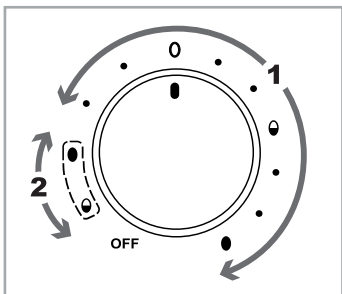

Fig. 1
- 1) Drej drejeknappen **10** til positionen, som svarer til, hvor hårdkogt, du ønsker ægget. Brug indstillingsområdet "1" (se fig. 1) med symbolerne og de tilhørende punkter foran:
Brug indstillingsområdet "1" med symbolerne og de tilhørende punkter foran, når du koger første gang. Brug indstillingsområdet "2" med de stiplede symboler (se fig. 1), når du koger anden gang.
- 2) Stil drejknappen **10** på positionen, som svarer til den blødeste hårdhedsgrad for æggene (det er indstillingsområdet "1", se fig. 1). Kontrollampen **9** lyser, og kogningen starter.
- 5) Sæt låget **3** på igen, og stil drejknappen **10** på positionen for de stiplede symboler (indstillingsområde "2", se fig. 1), som svarer til den ønskede hårdhedsgrad for æggene, som stadig er i produktet: